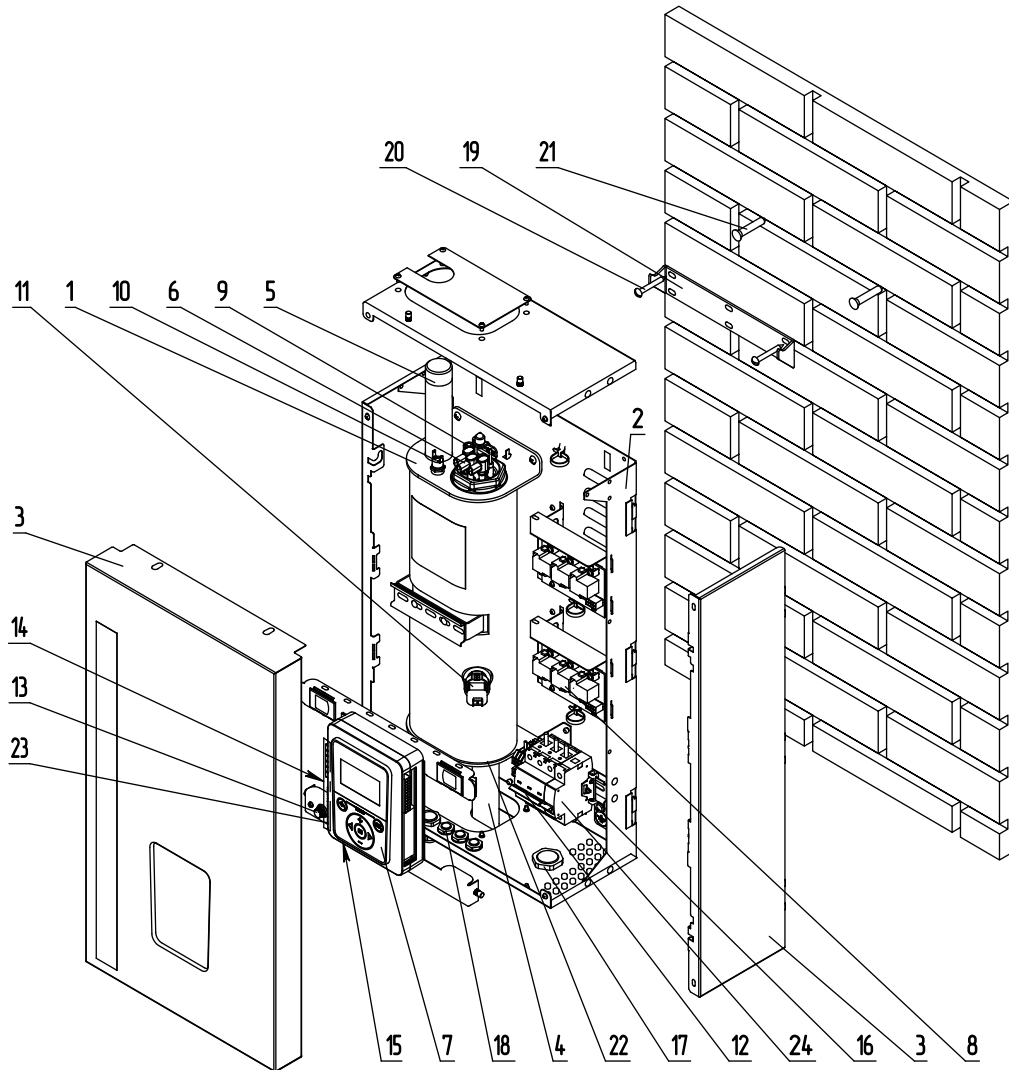

Рис.1 Устройство электрического котла GTM CLASSIC E250 4,5-24 кВт
Закрепите настенный кронштейн на вертикальной поверхности в необходимом месте с помощью шурупов, входящих в комплект, и установите на него котел, как показано на **рис.1, 2, 3**.
- присоединить рабочий нулевой провод на клемму нейтраль (N) котла;
- защитный нулевой провод (РЕ) подключить на болт «ЗАЗЕМЛЕНИЕ» (**рис.1, 2, 3 поз.16**);
- включить вводной автомат (**рис.1, 2, 3 поз.12**) вместе с дистанционным расцепителем в верхнее положение;
- перевести выключатель (**рис.1, 2, 3 поз.23**) в положение ВКЛ;